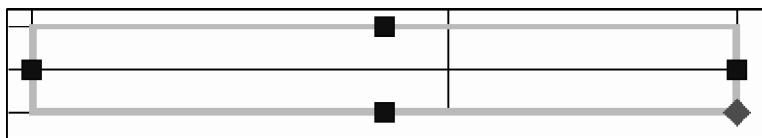

Fig. 6.44 Modificarea celulelor cu ajutorul grip-urilor
2. Se folosesc *grip*-urile pentru a redimensiona celula sau grupul de celule – vezi Fig. 6.44.